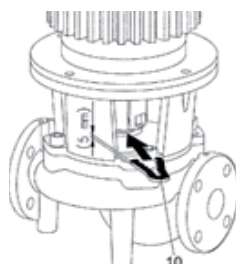

Fig. 14 : Mise en place de la fourche de montage
- Glisser la fourche de montage (fig. 14, pos. 10) entre la lanterne et l'accouplement. La fourche de montage doit s'adapter sans le moindre jeu.
- Glissez la fourche de montage (fig. 14, pos. 10) entre la lanterne et l'accouplement. La fourche de montage doit s'adapter sans le moindre jeu.